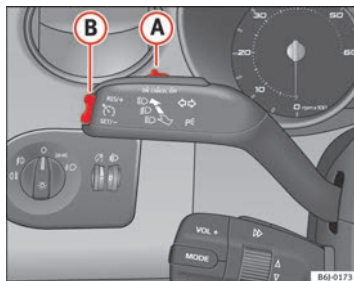

Abb. 112 Blinker- und Fernlichthebel: Schalter und Wippe für die Geschwindigkeitsregelanlage
- Schieben Sie den Schalter ⇒ Abb. 112 (A) nach links auf ON.